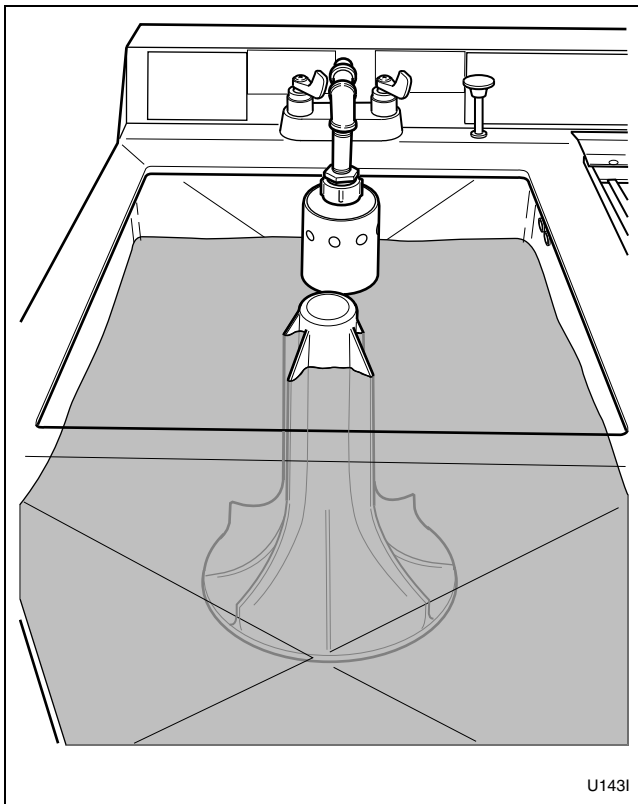

Figura 8
3. Abra los grifos de agua caliente y fría hasta obtener la temperatura deseada y llene el compartimiento hasta que el agua llegue a la parte superior de las aletas del agitador. Consulte la *Figura 8*.